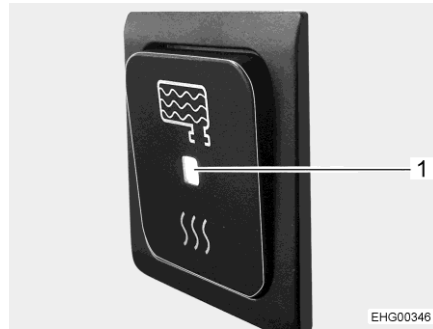

Fig. 100 Interrupteur Marche/Arrêt sur Marche
Quand l'interrupteur Marche/Arrêt de la commande est sur Marche (Fig. 100), le chauffage du réservoir d'eaux usées s'enclenche automatiquement dès que la température extérieure passe au-dessous de 0 °C. Le réservoir d'eaux usées est ainsi protégé du gel.
- Appuyer sur la partie inférieure de l'interrupteur Marche/Arrêt. L'indicateur DEL (Fig. 100,1) s'allume.
- Appuyer sur la partie supérieure de l'interrupteur Marche/Arrêt. L'indicateur DEL (Fig. 100,1) s'éteint.